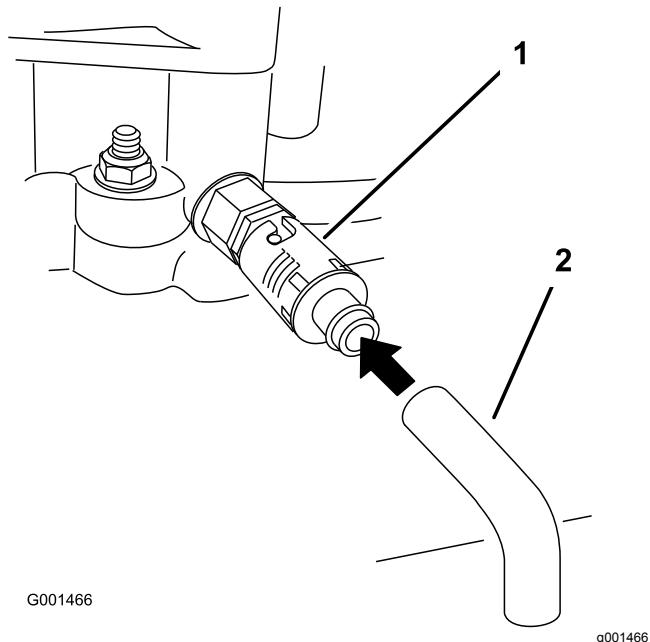

Figure 26
- Tournez le robinet de vidange pour permettre à l'huile de s'écouler (Figure 26).
- Enlevez le flexible de vidange (Figure 26).